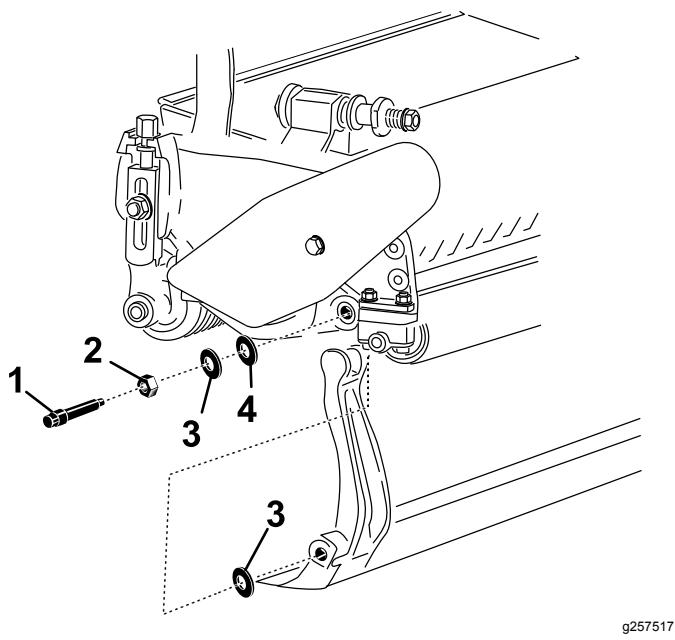

Bild 22
Bewahren Sie die zwei Nylon- und die zwei Stahlscheiben von den beiden Enden des Untermessers auf (Bild 22).
3. Legen Sie eine Nylonscheibe an jede Seite des Seitenplattenansatzes. Legen Sie eine Stahlscheibe außen auf jede Nylonscheibe (Bild 22).